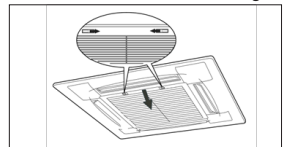

Fig. 7
2. Actuando simultáneamente sobre las palancas de la rejilla, desbloquee la rejilla (Fig. 7).